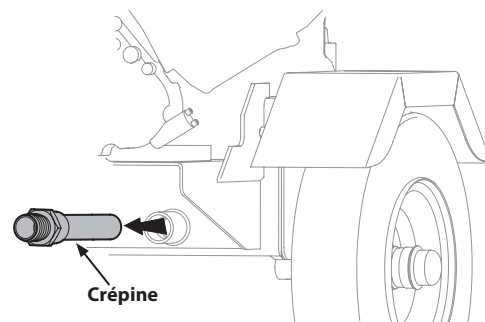

Figure 20
5. Dévissez soigneusement la crépine et nettoyez-la avec de l'huile pénétrante. Voir Figure 20.